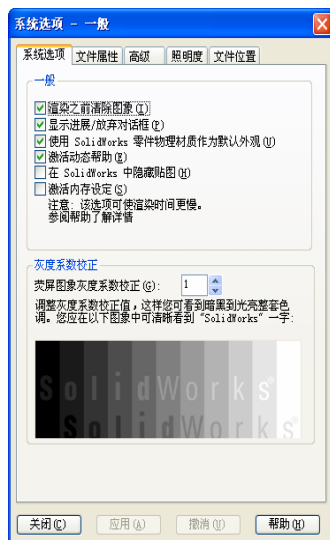

图 8-106 “系统选项”对话框
⑤ 设置渲染选项。单击“PhotoWorks”工具栏中的“选项”按钮 **选项(O)**，此时系统弹出如图 8-106 所示的“系统选项”对话框，用于设定渲染时的一些设置。